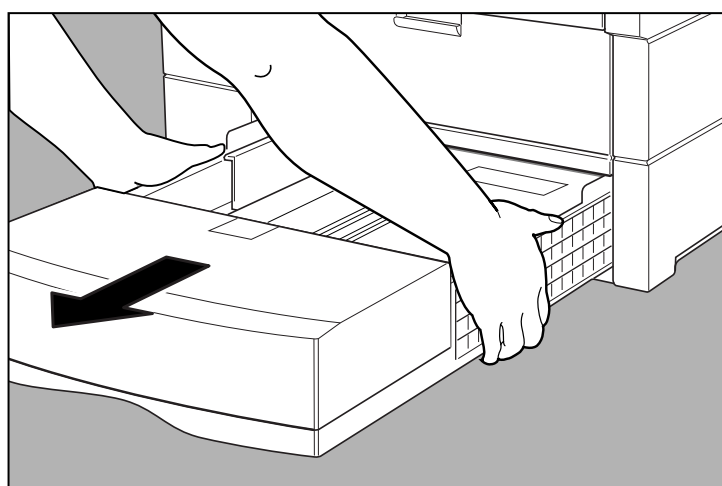

Fig. 2.16 Rimuovere il cassetto dalla stampante
- b. Sollevare leggermente il cassetto quindi estrarlo dalla stampante (fig. 2.16).